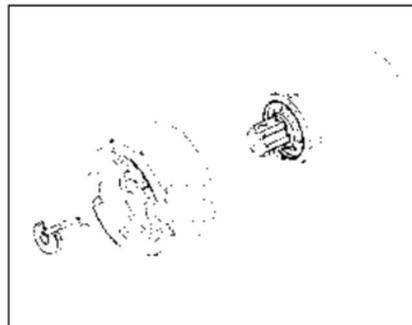

Bild 2: Kupplungssicherung
3. Kupplung aufschieben und Kupplungssicherung (Artikel 288500) einstecken (Bild 2).